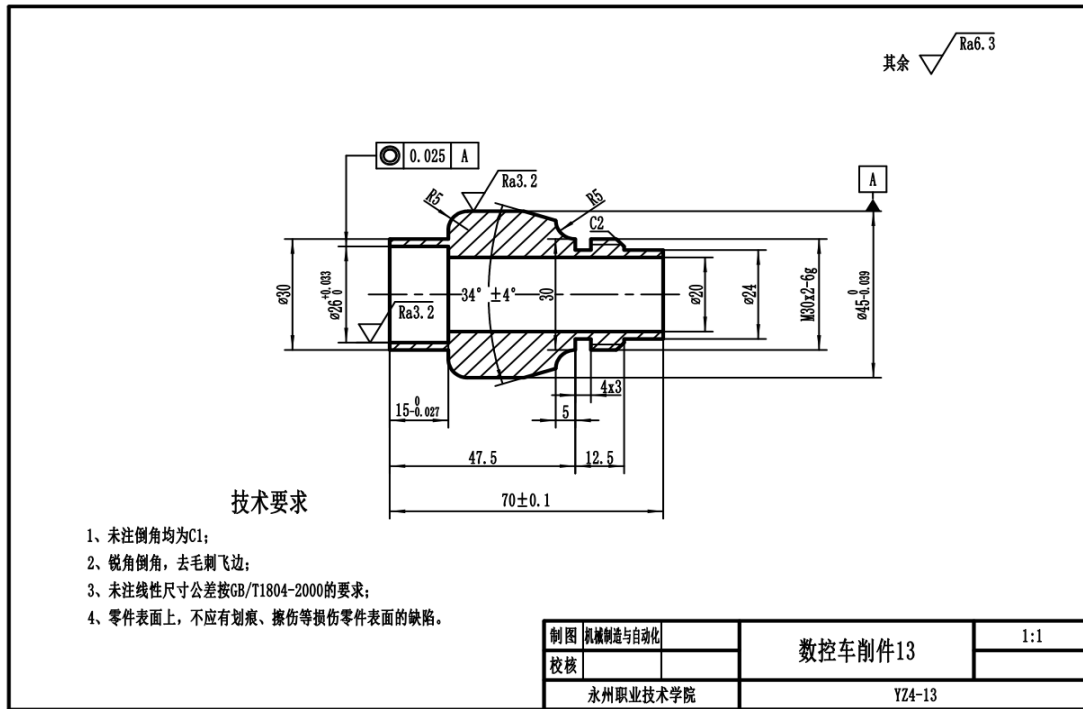

图 4-15 数控车零件 15
**任务 1:** 要求学生能按照相应的生产流程和作业标准完成图 4-15 零件的工艺编制, 并满足零件图的质量要求, 能正确填写相关工艺文件。
**任务 2:** 要求学生按照相应的生产流程和作业标准完成图 4-15 零件的加工, 并满足零件图的质量要求。毛坯尺寸:  $\phi 50 \times 75$  (单位 mm), 材料: 2A12 钢棒材, 毛坯要求预钻  $\phi 20$  的通孔。